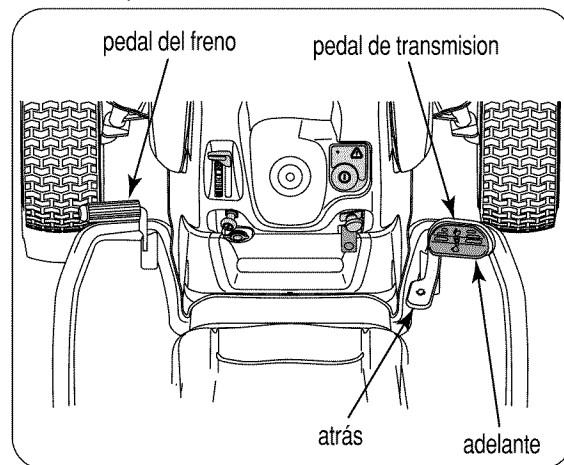

Figura 7
- Para conducir hacia adelante: Presione lentamente la porción superior del pedal de transmisión hasta que se alcance la velocidad deseada. Vea la Figura 7.
- Para conducir hacia atrás: Verifique que el área detrás esté despejada. Luego presione lentamente la parte inferior del pedal de transmisión con la parte anterior del pie (NO el talón) hasta que se alcance la velocidad deseada. Vea la Figura 7.